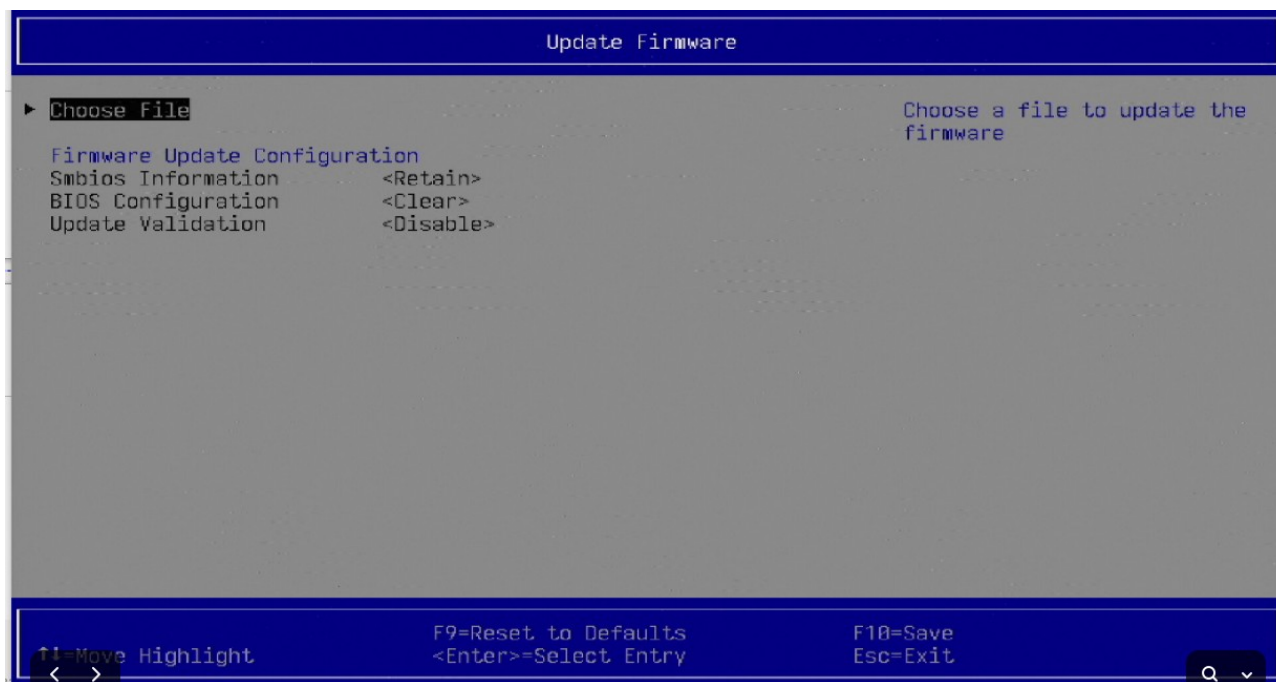

Рисунок 4 – Выбор подключенного устройства
6. Далее выберите подключенное устройство (USB-накопитель) (рисунок 4).